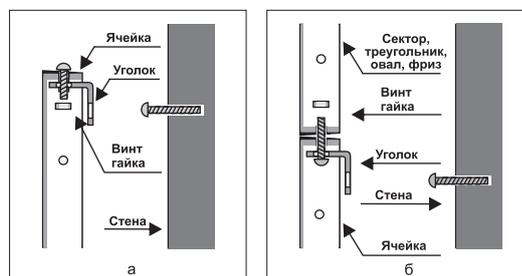

Рис.3
2) Головка элемента крепежа (шурупа, гвоздя и т.д.) должна быть не более ϕ 8 мм. Уголок крепится либо на верх ячейки, либо между декоративным элементом (фриз, сектор, треугольник, овал,) и ячейкой (рис.3) Расстояние между уголками определяется конструкцией собранного стенда. В небольшой длины стендах уголки крепятся на крайние ячейки (~ 70-80 см).